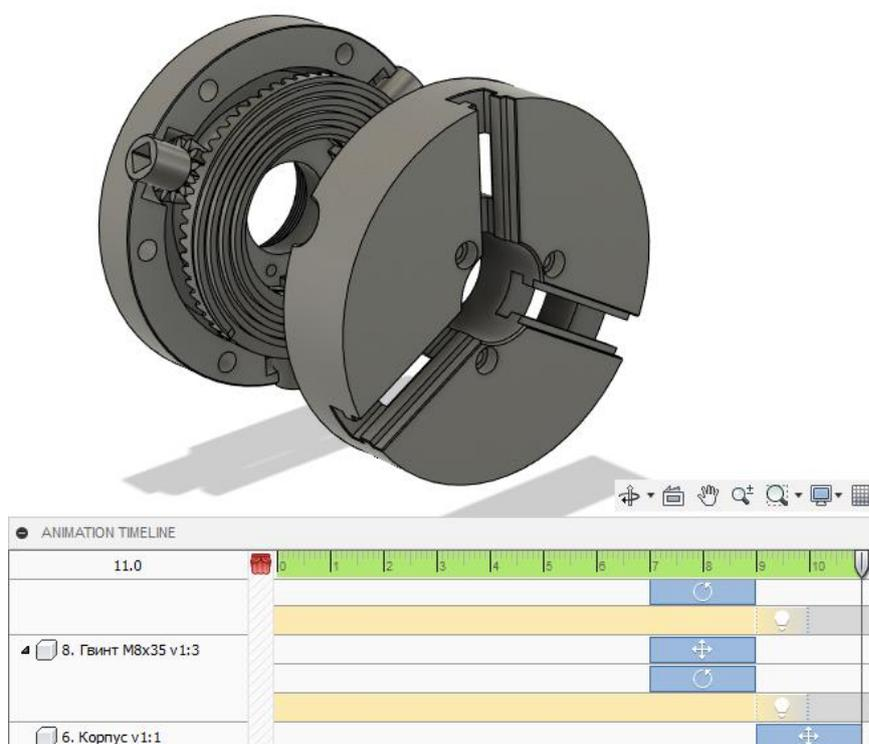

Рис.15.8. Переміщення корпусу
8. Плавне затухання гвинтів починаючи з 9-ї секунди і закінчуючи 10-ю секундою. Одночасно з цим, починаючи з 9-ї секунди і до 11 секунди, переміщення корпусу патрону на 100 мм від планшайби (рис. 15.8).